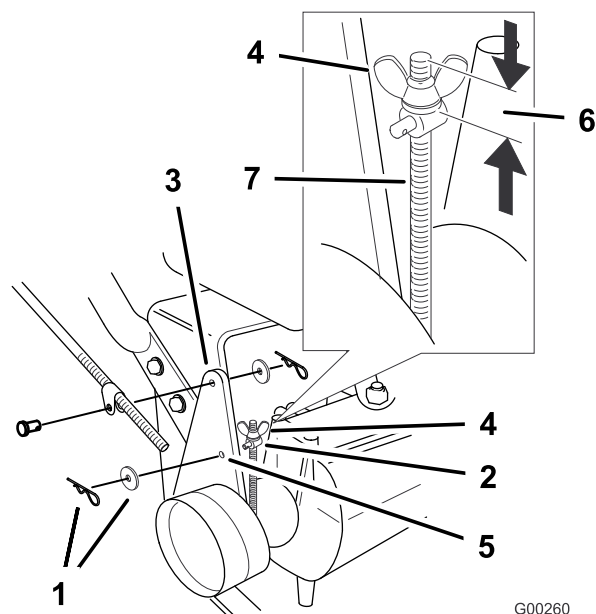

Рисунок 41
Примечание: Для первоначальной настройки отрегулируйте барашковую гайку так, чтобы она находилась на расстоянии 32 мм от верхней части стержня (Рисунок 41).
6. Чтобы отрегулировать тормоз, извлеките игольчатый шплинт и шайбу из рычага тормоза и цапфы (Рисунок 41).
9. Установите цапфу в отверстие F (Рисунок 41).
10. Прикрепите цапфу к рычагу тормоза с помощью шайбы и игольчатого шплинта (Рисунок 41).